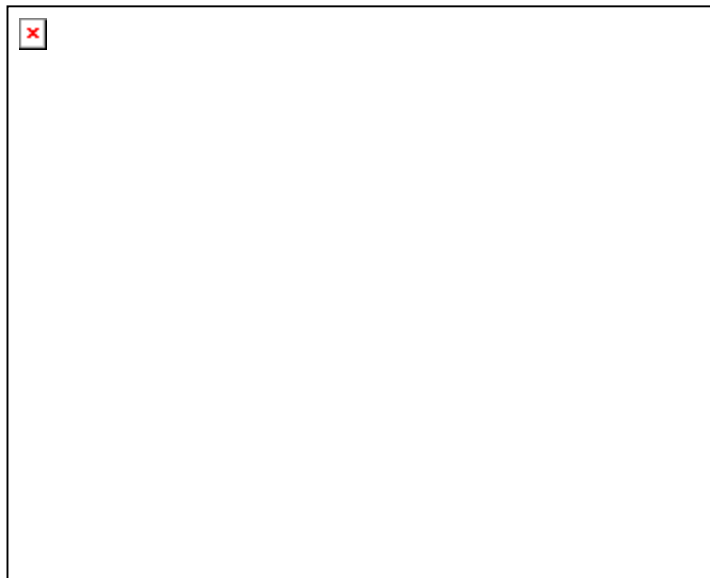

Bild 14: Chipkarte personalisieren und Leseberechtigung
4. Es öffnet sich ein Dialogfenster (Bild 14) in welchem Sie die Option „*Chipkarte für den ausgewählten Fahrer personalisieren*“ aktivieren.